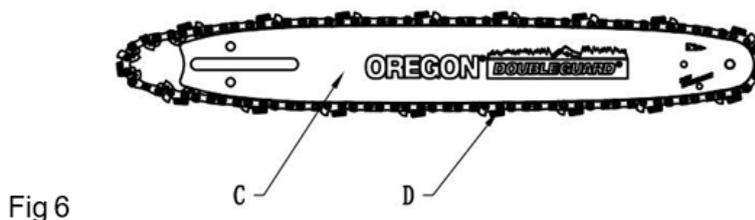

Fig 6
3. Monte la cadena (D) y la espada (C) como se muestra en la Fig. 6. (Asegúrese de que los dientes apunten en la dirección correcta).